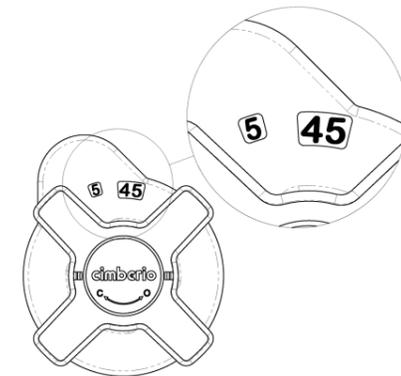

Рис.3
- Поверните ручку клапана по часовой стрелке, чтобы полностью перекрыть клапан. На дисплее должно отображаться значение 0.0. Поворачивая ручку против часовой стрелки установите значение преднастройки (значение находят по диаграммам технического паспорта для данного размера клапана) согласно требуемому расходу (См. Рис.3).